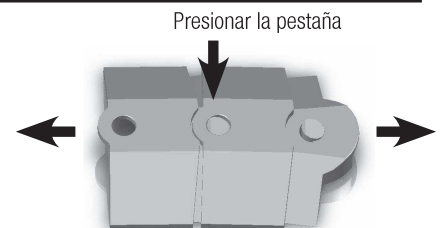

Figura 4: Presione la pestaña y separe las piezas
- Presione la pestaña de la parte superior utilizando un destornillador o cualquier otro objeto punzante, y separe los segmentos como se muestra en la Figura 4.